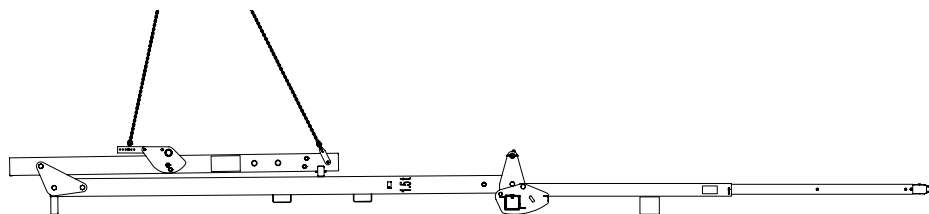

Fig. 26
2. Con la gru ripiegare il montante (2) e il braccio di supporto (4). (Fig. 26)